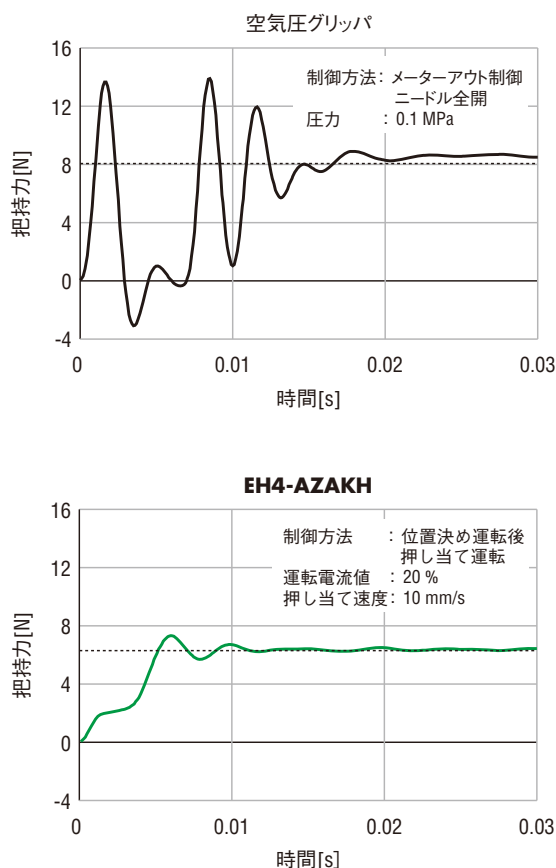

図14 押し当て運転時の把持力の比較
**EH**シリーズは、把持直前に低速にすることで、ワークに与える衝撃を抑制できます。ワークに接触する瞬間の把持力変化について、空気圧グリッパとの比較を図14に示します。把持を開始した瞬間、把持力のオーバーシュート・アンダーシュート量は、空気圧グリッパよりも小さく抑えられており、ワークに加わる衝撃が小さいことがわかります。